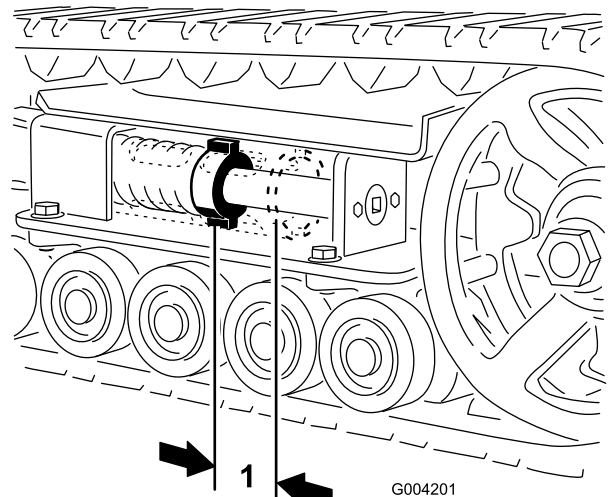
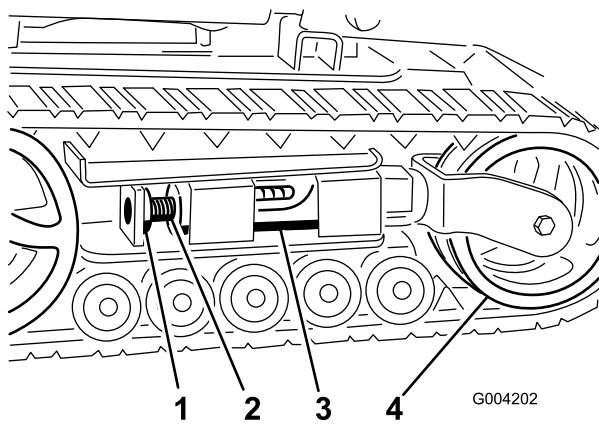
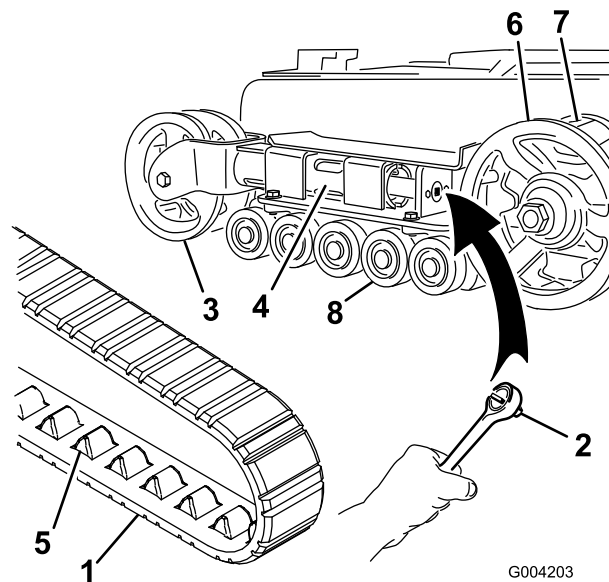
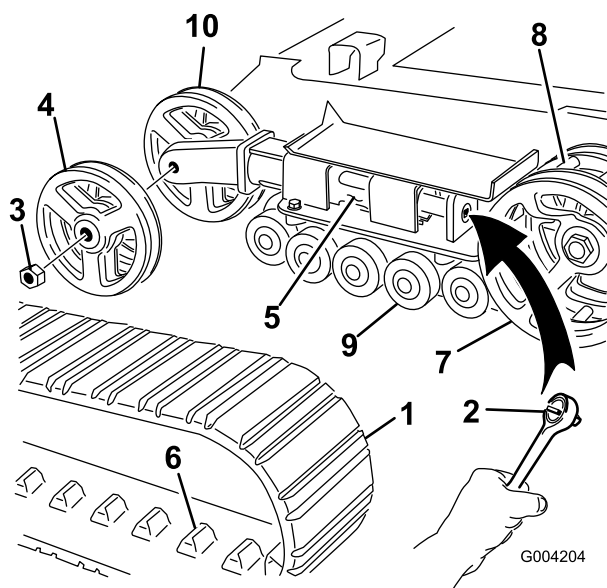

Figura 39
Figura 40
Figura 41
Figura 42
Debe haber una holgura de 7 cm entre la tuerca tensora y la parte de atrás del tubo tensor (Figura 39). Si no es así, ajuste la tensión de las orugas usando el procedimiento siguiente:
3. Retire el perno de bloqueo y la tuerca (Figura 40).
- Usando una llave de tubo de 1/2 pulgada (13 mm) (Figura 41), gire el tornillo tensor en el sentido contrario a las agujas del reloj hasta que la distancia entre la tuerca tensora y la parte de atrás del tubo tensor (Figura 39) sea de 7 cm.
- Alinee la muesca más próxima del tornillo tensor con el taladro del perno de bloqueo, y fije el tornillo con el perno de bloqueo y la tuerca (Figura 40).
- Retire el perno de bloqueo y la tuerca (Figura 40).
- Usando una llave de tubo de 1/2 pulgada (13 mm), alivie la tensión en la oruga girando el tornillo tensor en el sentido de las agujas del reloj (Figura 40 y Figura 41).
- Empuje la rueda tensora hacia la parte de atrás de la unidad de tracción para mover el tubo tensor contra el bastidor (Figura 41). (Si no toca el bastidor, siga girando el tornillo tensor hasta que lo toque.)
- Cuando haya retirado la oruga de la rueda tensora, retírela de la rueda motriz y de las ruedas de rodaje (Figura 41).
- Empezando en la rueda motriz, pase la oruga nueva alrededor de dicha rueda, asegurándose de que los salientes de la oruga encajen entre los dientes del piñón (Figura 41).
- Empuje la oruga por debajo de y entre las ruedas de rodaje (Figura 41).
- Gire el tornillo tensor en el sentido contrario a las agujas del reloj hasta que la distancia entre la tuerca tensora y la parte de atrás del tubo tensor (Figura 39) sea de 7 cm.
4. Usando una llave de tubo de 1/2 pulgada (13 mm), alivie la tensión en la oruga girando el tornillo tensor en el sentido de las agujas del reloj (Figura 40 y Figura 42).
5. Empuje la rueda tensora hacia la parte de atrás de la unidad de tracción para mover el tubo tensor contra el bastidor (Figura 42). (Si no toca el bastidor, siga girando el tornillo tensor hasta que lo toque.)
6. Retire la tuerca que fija la rueda tensora exterior y retire la rueda (Figura 42).
7. Retire la oruga (Figura 42).
8. Retire la tuerca que fija la rueda tensora interior y retire la rueda (Figura 42).
12. Instale la rueda tensora interior y fíjela con la tuerca que retiró anteriormente (Figura 42).
14. Instale la oruga nueva, asegurándose de que los salientes de la oruga encajen entre los dientes del centro la rueda motriz (Figura 42).
15. Instale la rueda tensora exterior y fíjela con la tuerca que retiró anteriormente (Figura 42).
17. Gire el tornillo tensor en el sentido contrario a las agujas del reloj hasta que la distancia entre la tuerca tensora y la parte de atrás del tubo tensor (Figura 39) sea de 7 cm.